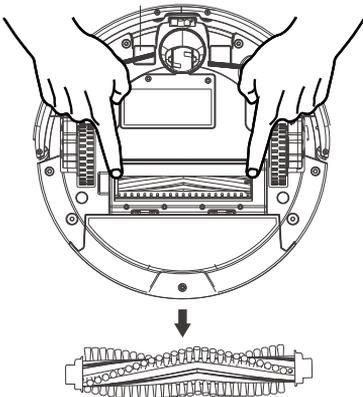

Figura 1
- Retire el cepillo principal, limpie ambos extremos del cepillo de cerdas y el enlace de transmisión del movimiento dos veces a la semana. (Vea la figura 1)